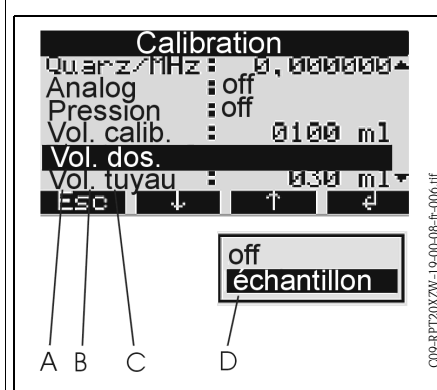

Fig. 13 : Menu CALIBRATION
4. Appelez le menu CALIBRATION sur l'unité de commande de l'appareil (→ fig. 13 ; via : SET - SERVICE - CALIBRATION).
5. Entrez le volume d'étalonnage souhaité dans le champ VOL. CALIB. (→ fig. 13, pos. A).
6. Sélectionnez la fonction "VOL. DOS." (→ fig. 13, pos. B).
7. Lancez un prélèvement d'échantillon en sélectionnant la fonction ECHANT. dans la liste de sélection (→ fig. 13, pos. D). Patientez jusqu'à la fin du cycle de prélèvement.